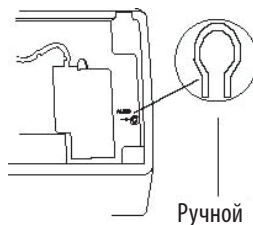

Рис. 4
- В случае утери или выхода из строя беспроводного пульта управления возможно включение/выключение кондиционера при помощи аварийного переключателя (см. рис. 4).